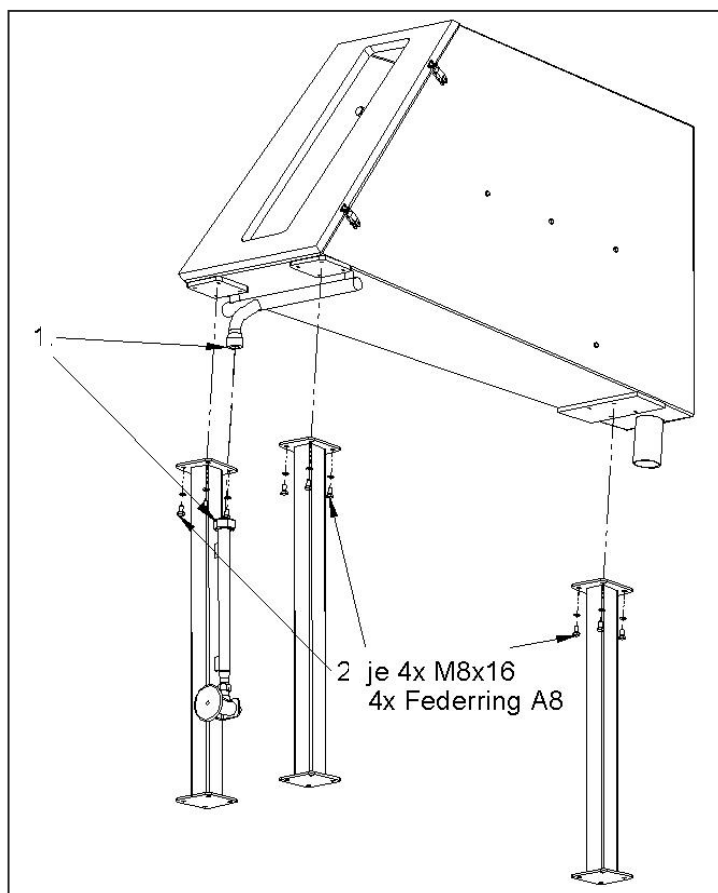

Рис. 5-3
1. Плотно свинтить водяную трубу (1) (Рис. 5-3)
2. Привинтить три ножки к верхней части машины с помощью прилагаемых винтов (2) (Рис. 5-3).